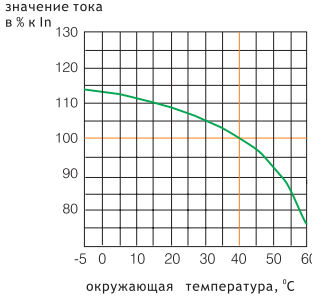

Рис.2
- 3.11. При применении выключателей с температурой окружающей среды отличной от 40°С следует применять температурный коэффициент рис. 2